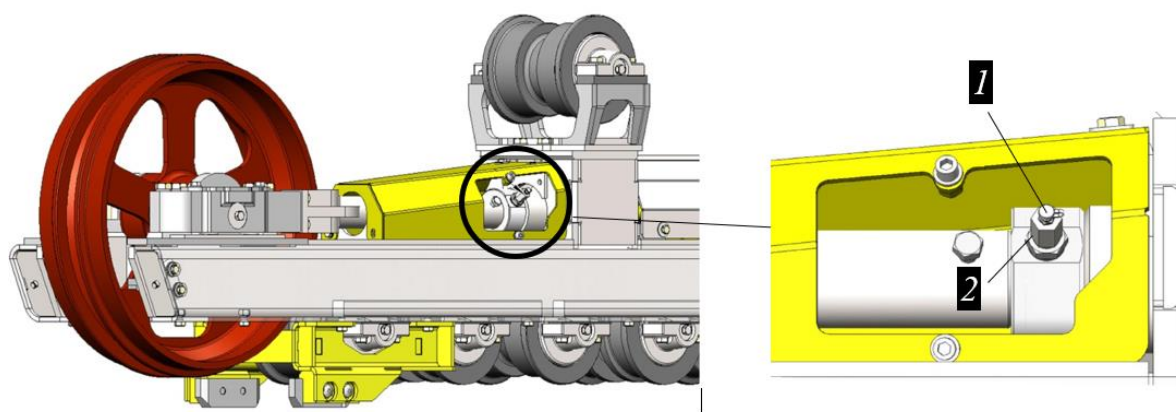
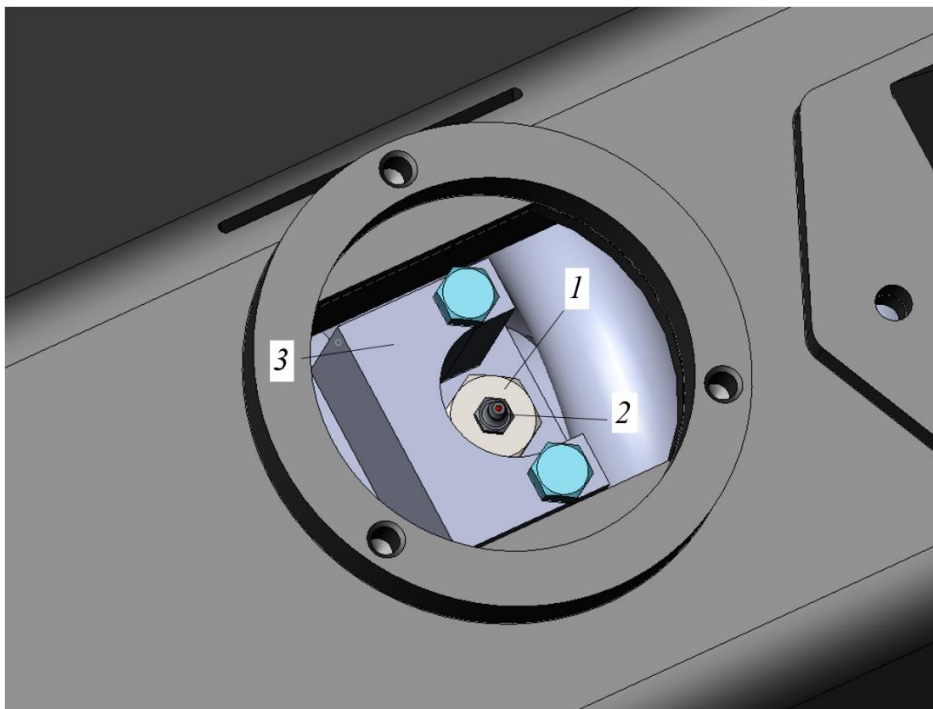

Рисунок 12.32. Место расположения пресс-маслёнки для натяжения гусеницы
Рисунок 12.34. Место расположения пресс-маслёнки для натяжения гусеницы
- Снять пылезащитный колпачок 1 с пресс-масленки 2, рис. 12.32.
Натяжение гусениц происходит за счет перемещения поршня при заполнении внутренней полости натяжителя консистентной смазкой через пресс-масленку 2, рис. 12.32 для **исполнения 1** и рис. 12.34 для **исполнения 2**, рычажно-плунжерным шприцем.
- ▶ Предварительно вывернуть пресс-масленку 2, рис. 12.32 и рис. 12.34 на 1-2 оборота.
Для исключения возможных травмоопасных ситуаций запрещается при ослаблении гусеницы полностью выворачивать пресс-масленку 2, рис. 12.32 и рис. 12.34, так как при этом может произойти срыв резьбы клапана и выброс смазки под большим давлением.
- ▶ Ввернуть резьбовой частью удлинитель рычажно-плунжерного шприца в пресс-масленку 2, рис. 12.32 и рис. 12.34.
- Закрывать пресс-масленку 2 пылезащитным колпачком рис. 12.32 и рис. 12.34.